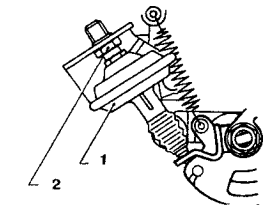

Рис. 3.14 Демпфер карбюратора и регулировочная контргайка (См. Раздел 10)
16. Затяните контргайку и проверьте, чтобы скорость двигателя уменьшилась до 1000 об/мин в течение трех секунд (См. Рис. 3.14).